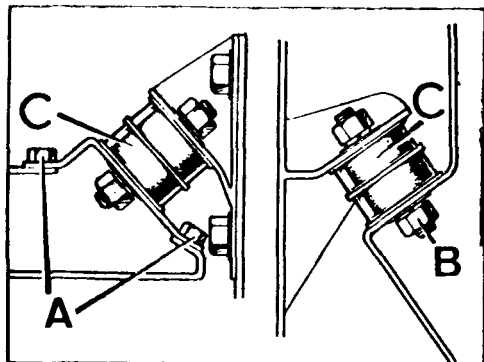

Fig. A1-11 Desmontaje de los tacos de apoyo del motor
- 1.8. Desmontar los dos tornillos de fijación inferior, A (Fig. A1-11) del taco de apoyo, lado derecho del motor, y la tuerca, B, del taco de apoyo, lado izquierdo, extrayendo ambos tacos, C.
- 2.3. Se elevará el motor lo suficiente para poder retirar el gato o soporte que se colocó debajo de la caja de velocidades en el punto 1.9 y se montarán los tacos de apoyo, C (Fig. A1-11).